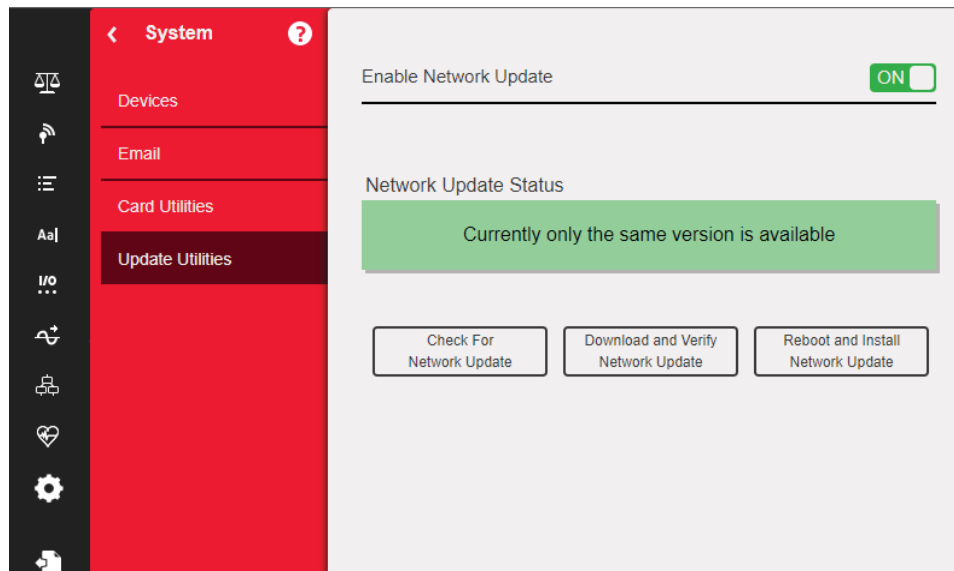

Figura 14-17. Menú Network Updates (Actualizaciones de red)
1. En el menú Systems Setting (Configuración del sistema), seleccione Update Utilities (Utilidades de actualización) (consulte la Figura 14-17).